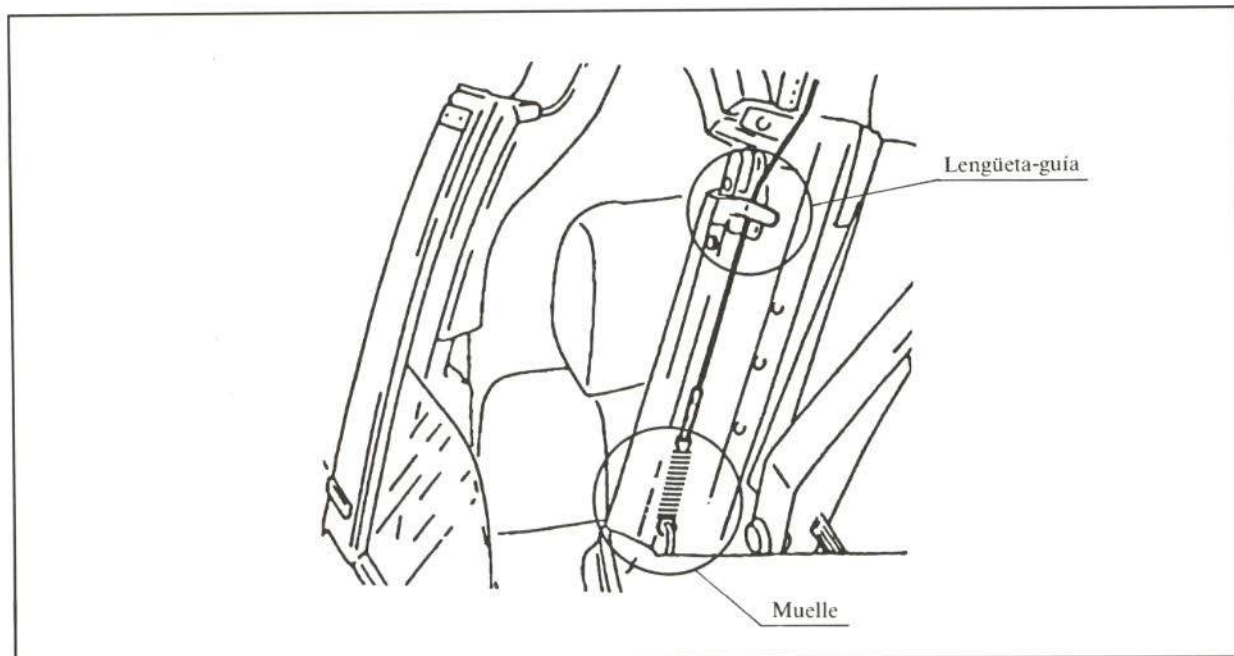

FIGURA 8.—Detalle del tirante lateral.
- Muelle del tirante lateral (figura 8).